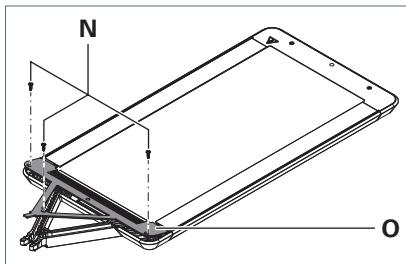

Fig. 4: Abdeckung entfernen.
- ▶ Drehen Sie die Schrauben **N** aus der Abdeckung **O**, siehe Fig. 4.